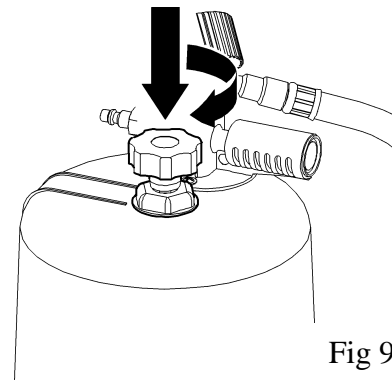

Fig 9
To transfer the oil from the inspection chamber to the container, press down the knob and twist to lock it in open position. See fig 9.
position. See fig 9.
**(SE)** Stäng ventilen när sugningen är avslutad. För att tömma den transparenta vakuums tanken ned till spilloljetanken, trycks ratten ned, vrids och låses i öppet läge. Se fig 9.